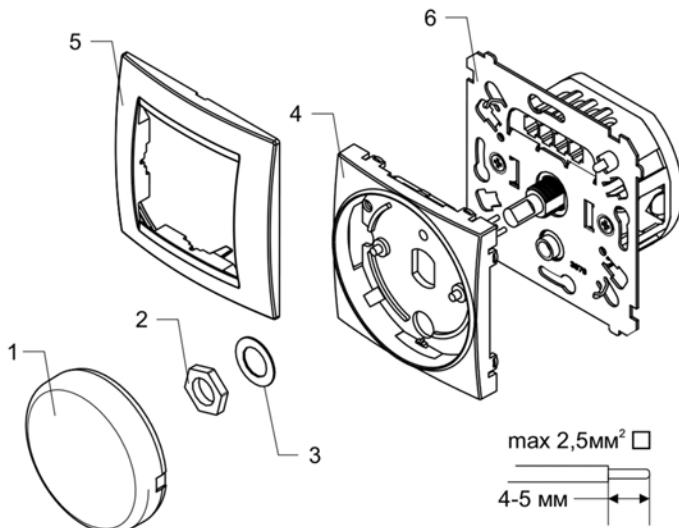

Рис. 4.
Снимите кнопку (1) (рис. 4.), открутите гайку крепления крышки (2), снимите шайбу (3) и накладку (4). Подключите регулятор (6) согласно схемам, приведённым выше (рис. 2-3.), далее собирайте в обратном порядке. Вставьте регулятор в монтажную коробку и закрепите его там. Установите на регулятор однопостовую / многопостовую рамку (5) (оциально)